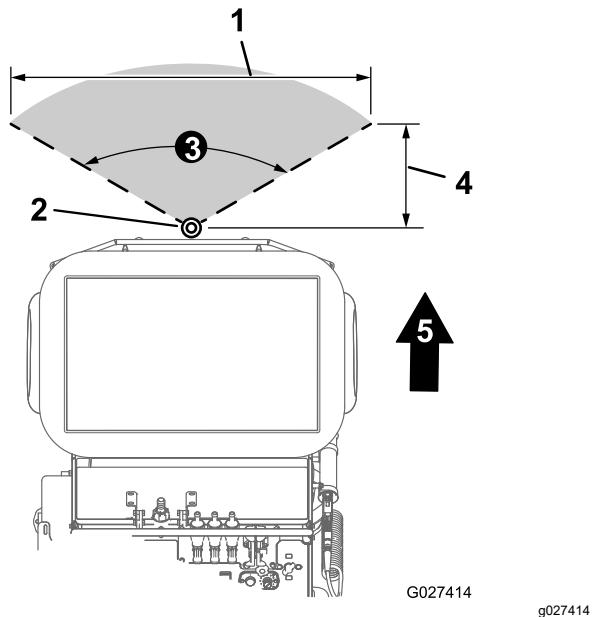

Figura 38
- El patrón de fumigación estrecho (Figura 38) de la máquina mide **122 cm (48")** de ancho.